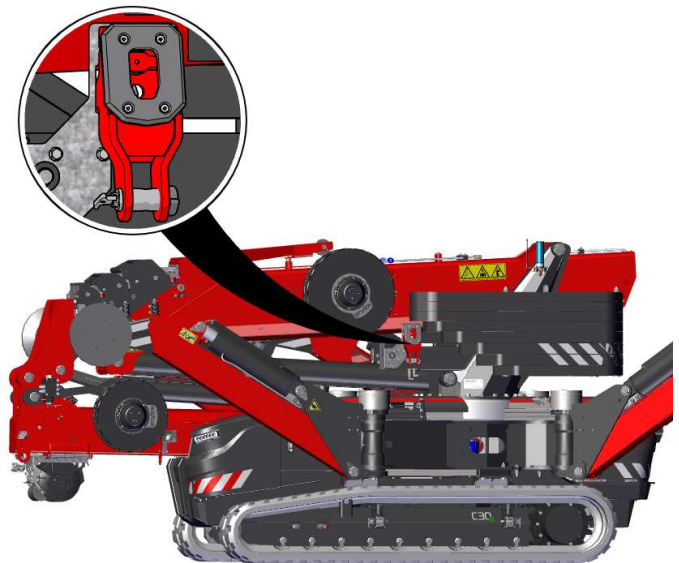

Figure: 56
- En standard, l'adaptateur de crochet de hissage est sur le côté gauche de la grue, à hauteur de la colonne. (voir Figure 56)